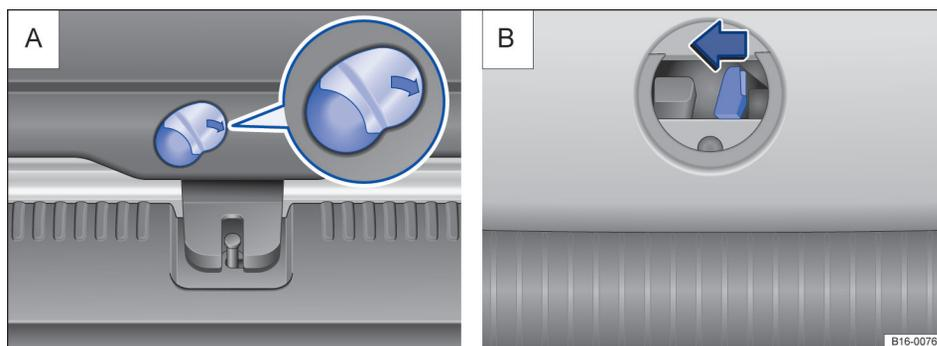

Fig. 175 Desde el maletero: desbloqueo de emergencia del capó del maletero.
- Presione la palanca en el sentido de la flecha ⇒ fig. 175 \(A\). El capó del maletero se abre automáticamente. Es posible que a temperaturas inferiores a los 0 °C (+32 °F) haya que abrir el capó con la mano.